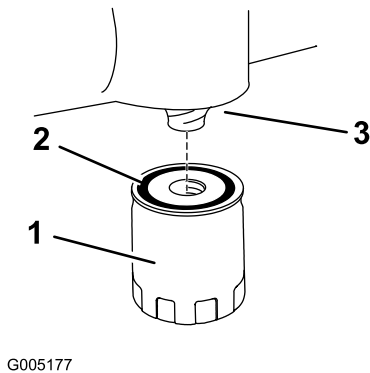

Bild 33
14. Drehen Sie den Ersatzölfilter auf das Befestigungspolster auf. Drehen Sie den Ölfilter nach rechts, bis die Gummidichtung den Anbaustutzen berührt. Ziehen Sie ihn dann um eine weitere 2/3 bis eine volle Umdrehung fest (Bild 33).